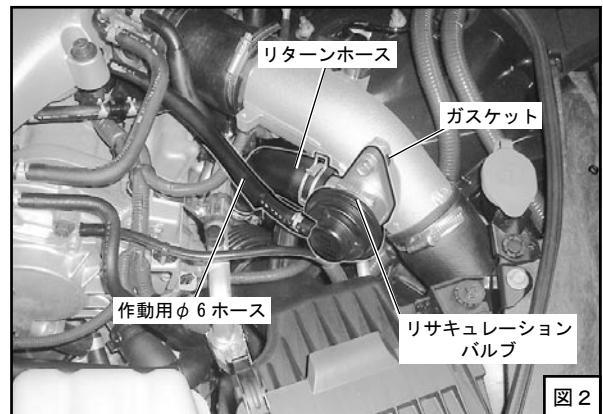
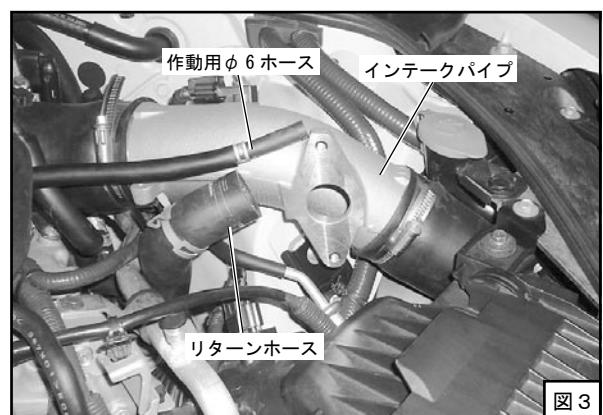

図 2
図 3
- (3) リサキュレーションバルブから作動用φ 6 ホースとリターンホースを取り外してください。(図 2)
- (4) ボルトを外し、リサキュレーションバルブとガスケットを取り外してください。(図 2、図 3)